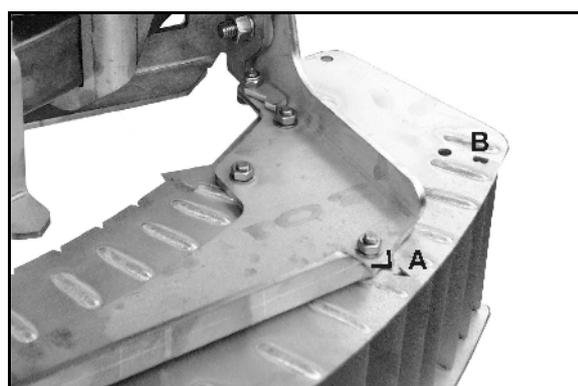

Fig. 49
Auf der Oberseite des Grenzstreuschirms befinden sich rechts und links jeweils ein Einstellriegel (Fig. 49).
1. Die Muttern (Fig. 49/1) der Einstellriegel lösen.
3. Die Einstellriegel (Fig. 49/2) bis zum Anschlag umlegen und festziehen.